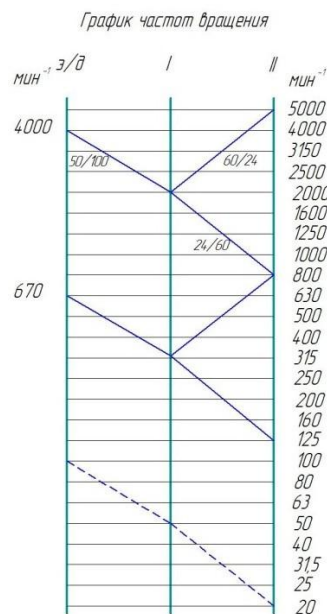

Рис. 4
14. Что такое диапазонов регулирования двигателя? По графику определите диапазонов регулирования двигателя (Рис. 4).
15. Что такое диапазонов регулирования привода? По графику определите диапазонов регулирования привода (Рис. 4).